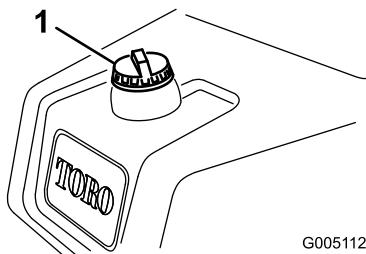

Figure 29
1. Nettoyez la surface autour du bouchon du réservoir de carburant et enlevez le bouchon (Figure 29).